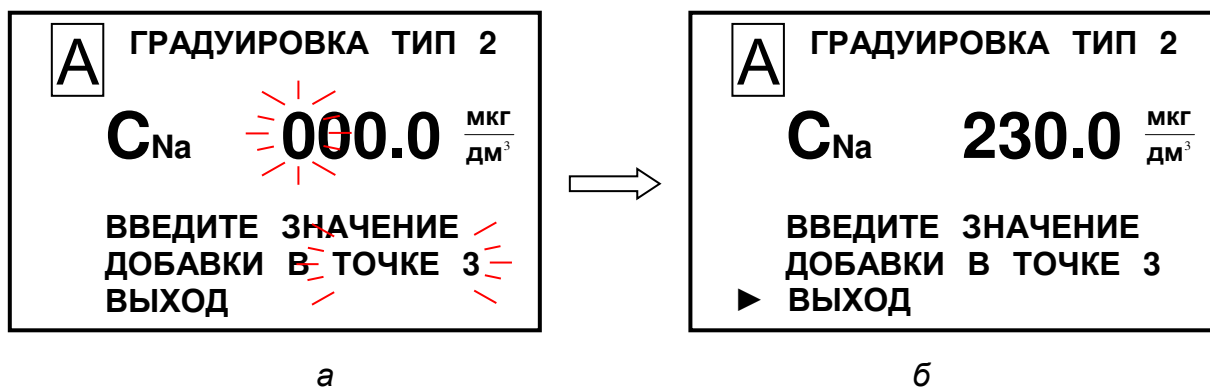

Рисунок 3.28
- 25 Ввести на экране (рисунок 3.28а) значение 230 мкг/дм³.
26 Установить маркер «▶» на строку **ВЫХОД** (рисунок 3.28б) и нажать кнопку «**МЕНЮ ВВОД**». Появится экран в соответствии с рисунком 3.29а;